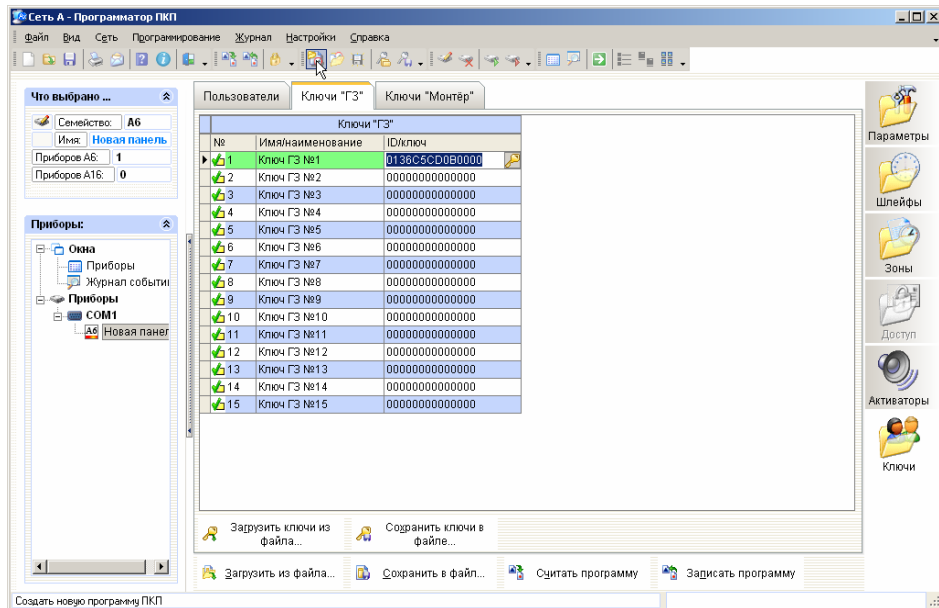

Рисунок 19
2.5.22 Открыть раздел «Ключи» (рисунок 19) и запрограммировать ключ «ГЗ». Для этого: